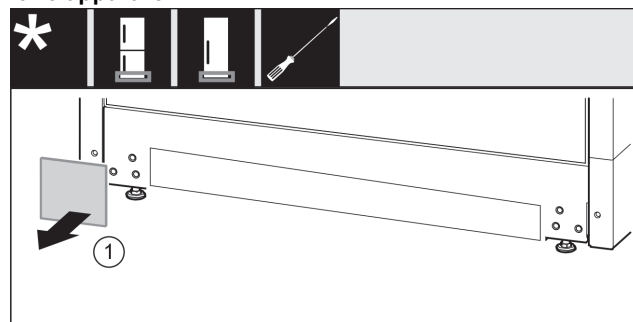

Fig. 12
- Tag afdækningen af. Fig. 12 (1)